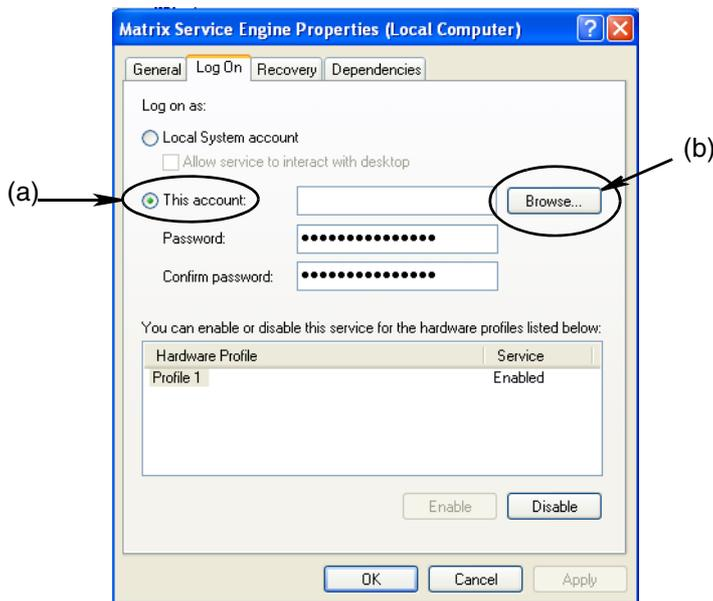

FIG. 58
- f. Selezionare "This Account" (Questo account) (a) (FIG. 58).
- g. Fare clic sul pulsante Browse (Sfoggia) (b) (FIG. 58).
- Se si trova il nome fornito, la schermata illustrata nella FIG. 58 è visualizzata nuovamente. Fornire la password per il proprio computer. Nel campo Confirm password (Conferma password) digitare esattamente la stessa password di nuovo.